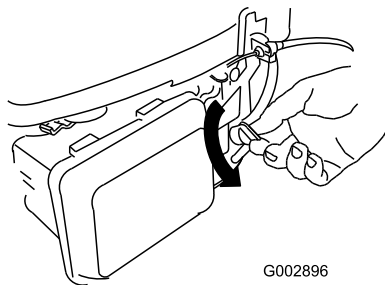

Figura 21
2. Girate la leva della valvola del carburante in posizione On (Figura 21).